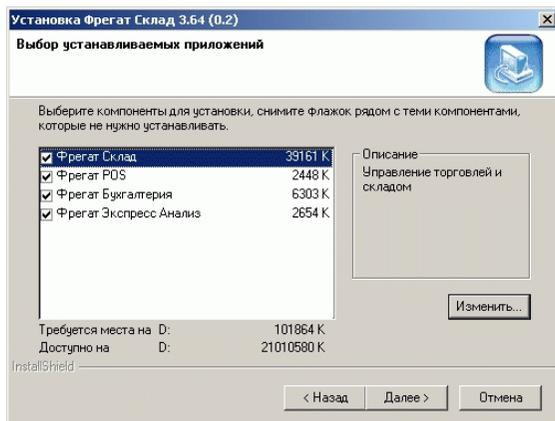

Рис. 1.4. Выбор устанавливаемых приложений
- ▶ Нажать кнопку [Далее >] в окне **Выбор типа установки** для продолжения процесса установки. На экране появится окно выбора устанавливаемых приложений (см. Рис. 1.4):